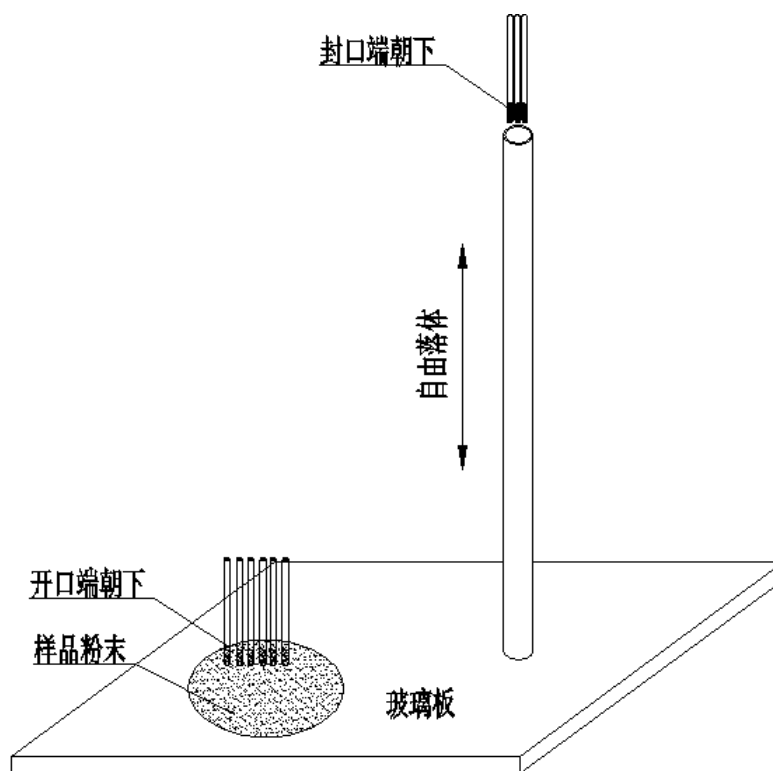

图 1 装样示意图
- 然后将准备好的管子垂直放在玻璃板上，将刚刚装好样品的毛细管，封口端朝下，通过管子的上端放入，以自由落体的方式来回 5~6 次，使样品压实，见图 1；